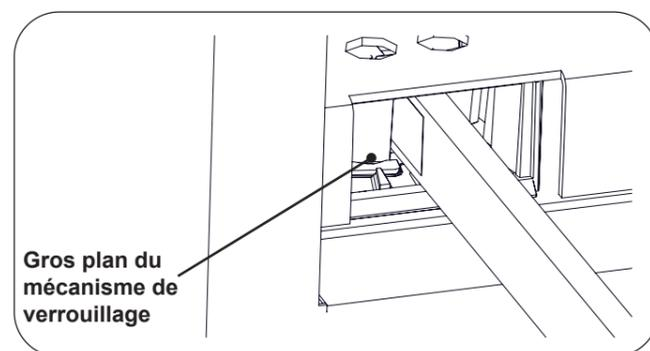

Figure 32. Mécanisme de verrouillage de l'étrier
2. Lorsque la position souhaitée est atteinte, abaissez l'étrier pour enclencher le mécanisme de verrouillage latéral (Figure 32 et Figure 33).